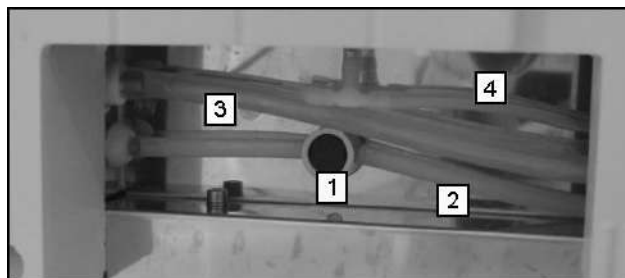

Figura 4: Válvula de pinzamiento del PW 41
- Instale las botellas al lado del lavador como se indica en la Figura 4 que aparece más abajo.